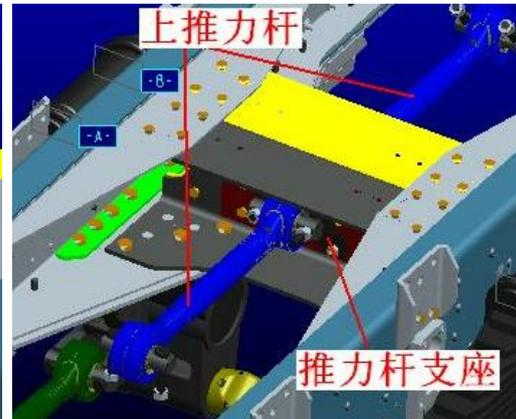

图 17
8、重新装配上推力杆及推力杆支座（图 17），推力杆支座连接用 M14 螺栓涂螺纹锁固胶，拧紧力矩 $175\sim 190\text{N}\cdot\text{m}$ ，推力杆与桥及支座连接的 M18 螺栓采用油润滑方式，拧紧力矩 $310\sim 350\text{N}\cdot\text{m}$ ；